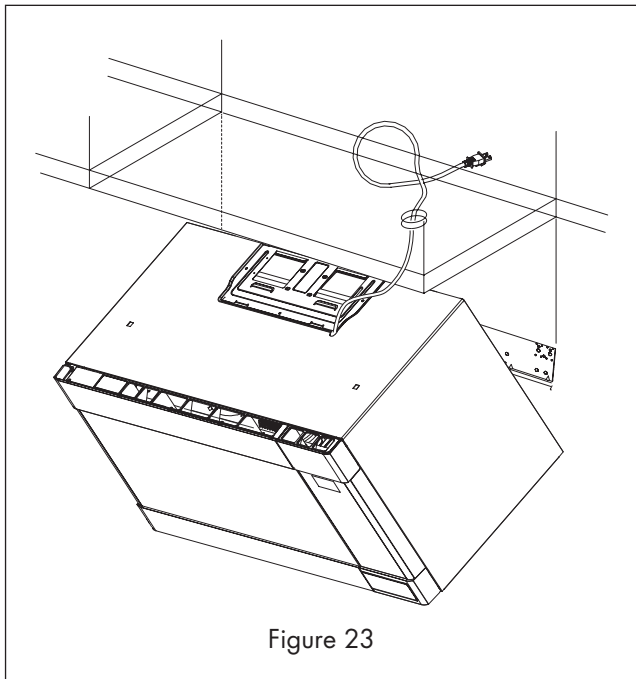

Figure 23
- Basculez l'appareil vers le haut pour qu'il rejoigne le dessus de la plaque de montage et tenez-le fermement. Voir la Figure 23.